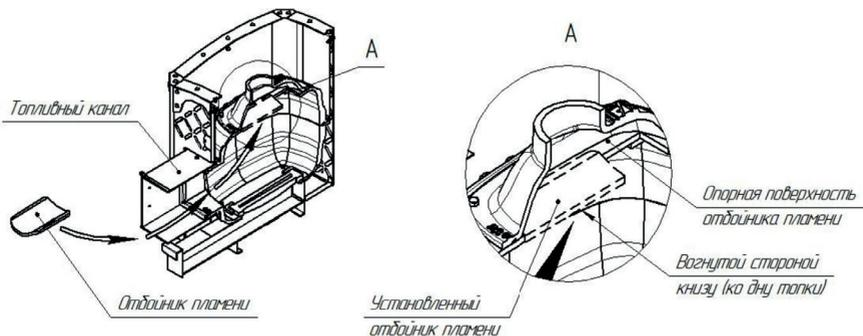

Рисунок 6 — Схема установка отбойника пламени
**ВНИМАНИЕ!** Допускается сдвигать отбойник пламени в пределах длины паза дымоборника: от крайнего положения со стороны топливного канала до крайнего положения к задней части топки печи. В зависимости от высоты трубы и тяги в топке печи, рекомендуется выставить отбойник так, чтобы верхняя точка пламени обязательно его огибала (см. Рисунок 6а).
Рисунок 6а — Схема установки отбойника пламени для регулировки тяги